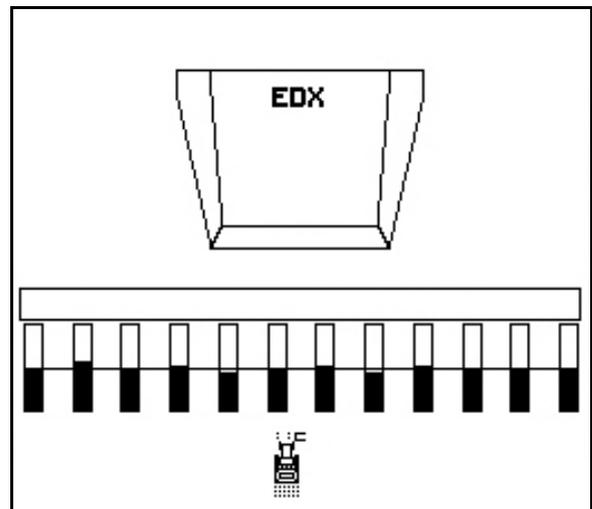

Fig. 61
1.  Preselezionare attivazione ostacolo (Fig. 61).